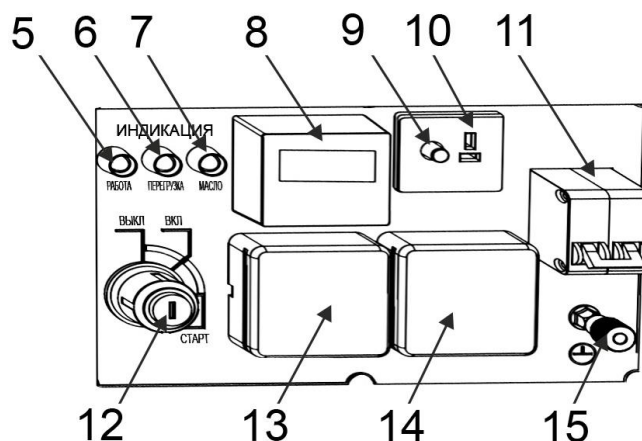

Рис. 1
- Запуск бензинового двигателя осуществляется ручным (19) или электрическим (12)(См. Рис.1) стартером.
- Заправка бака топливного (1) осуществляется через заправочную горловину, закрытую крышкой (2).
- Топливо из топливного бака (1) через топливный кран и топливную систему, поступает в карбюратор.
- С помощью воздушного фильтра (21) производится очистка воздуха, поступающего в карбюратор двигателя. Для проведения технического обслуживания воздушного фильтра, генератор снабжен съемной крышкой. Через крышку открывается доступ к фильтрующему элементу.
- Розетка (13) предназначена для подключения потребителей однофазного переменного тока, напряжением 220 В.
- Вольтметр (8) предназначен для измерения величины выходного напряжения работающего генератора.
- Моточасы (8) отображают суммарное рабочее время генератора.
- Розетка (10) предназначена для подключения потребителей постоянного тока, напряжением 12 В.
- Выключатель переменного тока (11) автоматически отключается при превышении нагрузки, на которую рассчитан генератор. После срабатывания выключателя переменного тока уменьшите нагрузку и включите прерыватель цепи снова.
- Окрутите крышку топливного бака (3)(См. Рис.1). Проверьте уровень топлива.
- Соедините клемму заземления (21)(См. Рис.1) на панели управления с заземлителем. Для соединения используется провод, сечением не менее 1,5 мм².
- Любой заземлитель должен быть погружен в землю до влажных слоев грунта. На заземлителях должны быть оборудованы зажимы или другие устройства, обеспечивающие надежное контактное соединение провода заземления с заземлителем. Противоположный конец провода соединяется с клеммой заземления генератора (10)(См. Рис.1). Сопротивление контура заземления должно быть не более 4 Ом, причем контур заземления должен располагаться в непосредственной близости от генератора.